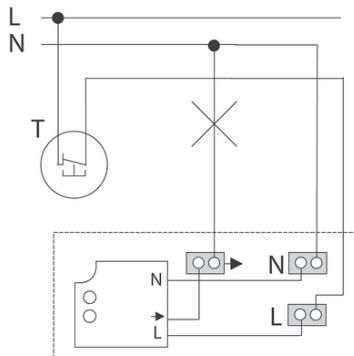

Bild 8: Kopplingsschema för rörelsedetektor
- Anslut detektorn och sidostyrningen T (tilläggssutrustning), öppnande kontakt, enligt kopplingsschemat (bild 8).